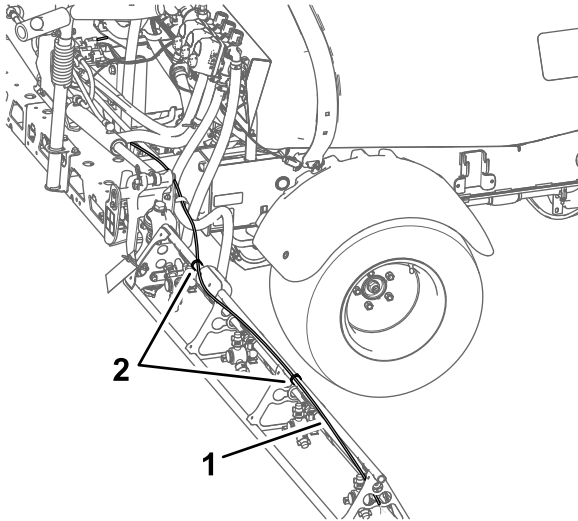

Bild 20
1. Entfernen Sie die Kabelbinder, mit denen die Flüssigkeits- und Luftschläuche des Schaummarkierers am äußeren Sprühabschnitt befestigt sind (Bild 20).